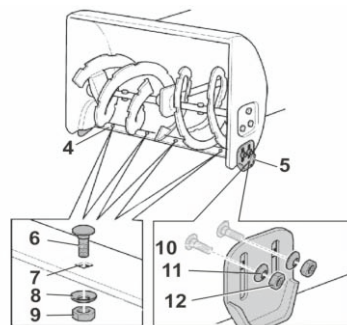

Рис. 7
7.2. Регулировка ограничительных башмаков (Рис. 7)